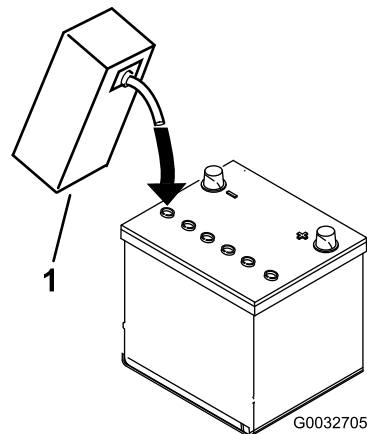

Figure 7
3. Versez de l'électrolyte avec précaution dans chaque élément jusqu'à ce les plaques soient recouvertes par environ 6 mm (¼ po) de liquide (Figure 7).
4. Attendez environ 20 à 30 minutes que les plaques aient le temps de s'imprégner d'électrolyte. Faites l'appoint au besoin pour faire monter le niveau de liquide à environ 6 mm (¼ po) en dessous du creux de remplissage (Figure 7).